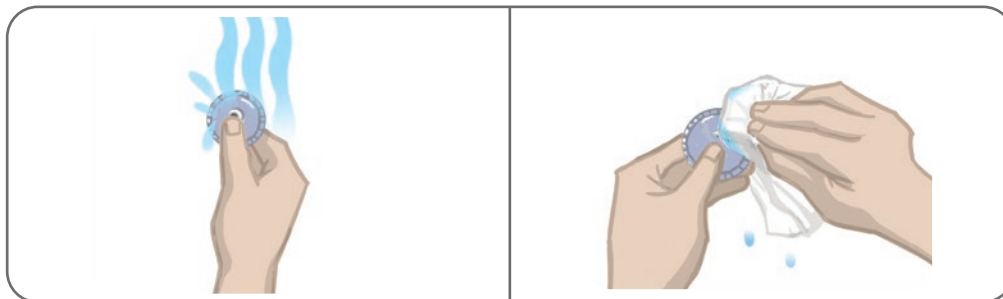

Figura 11-5: Molhar e remover o excesso de água
4. Molhe os eletrodos de pano redondos com água até que estejam saturados. Veja a Figura 11-5.
5. Use um pano para remover ou absorver com cuidado o excesso de água da parte de trás (o lado onde está situado o encaixe) dos eletrodos. Veja a Figura 11-5.